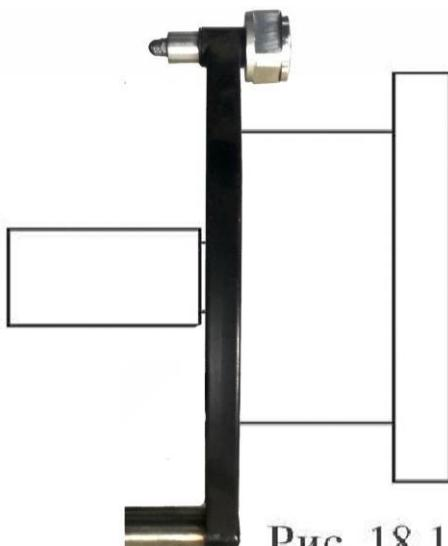
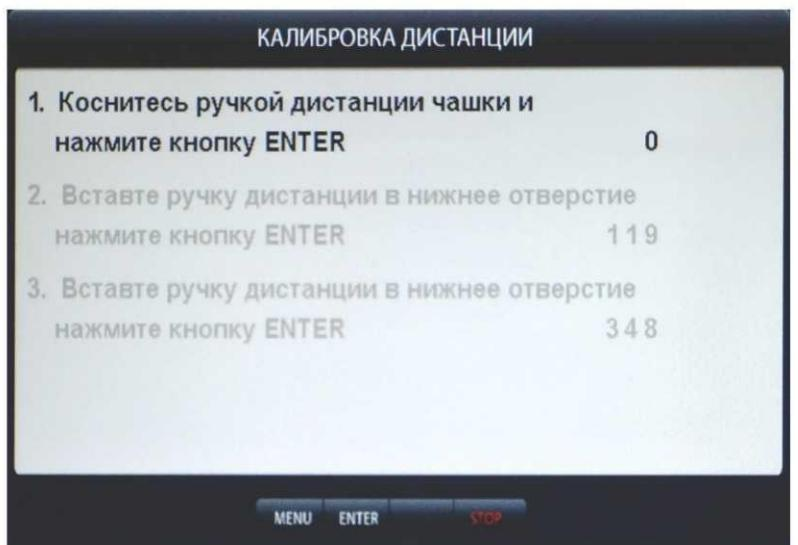

Рис. 18.1
рис.18.3
21.1.1. Калибровка тракта измерения дистанции. Для оценки погрешности устройства ввода дистанции выдвиньте штангу ввода параметров и уприте внешнюю боковую сторону её рукоятки в задний торец фланца вала, как показано на рис. 18.1. При этом на экране ввода геометрических параметров (см. рис.10.2) появится величина дистанции. Если величина дистанции не равна  $185\pm5$  мм, то устройство ввода дистанции требует калибровки.
КАЛИБРОВКА ДИСТАНЦИИ рис.18.3. Выдвиньте штангу ввода параметров, уприте внешнюю боковую сторону её рукоятки в задний торец фланца вала, как показано на рис. 18.1 и нажмите кнопку «ENTER». В окне КАЛИБРОВКА ДИСТАНЦИИ выделится второй пункт: «2. Вставьте ручку дистанции в нижнее отверстие, нажмите кнопку «ENTER»